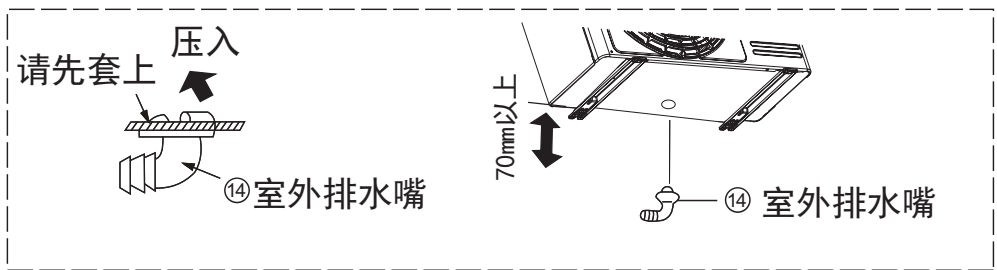

图29
- 2 欲利用出水孔将冷凝水导出时，依图29所示将附件 ⑭ 室外出水嘴安装在出水孔。